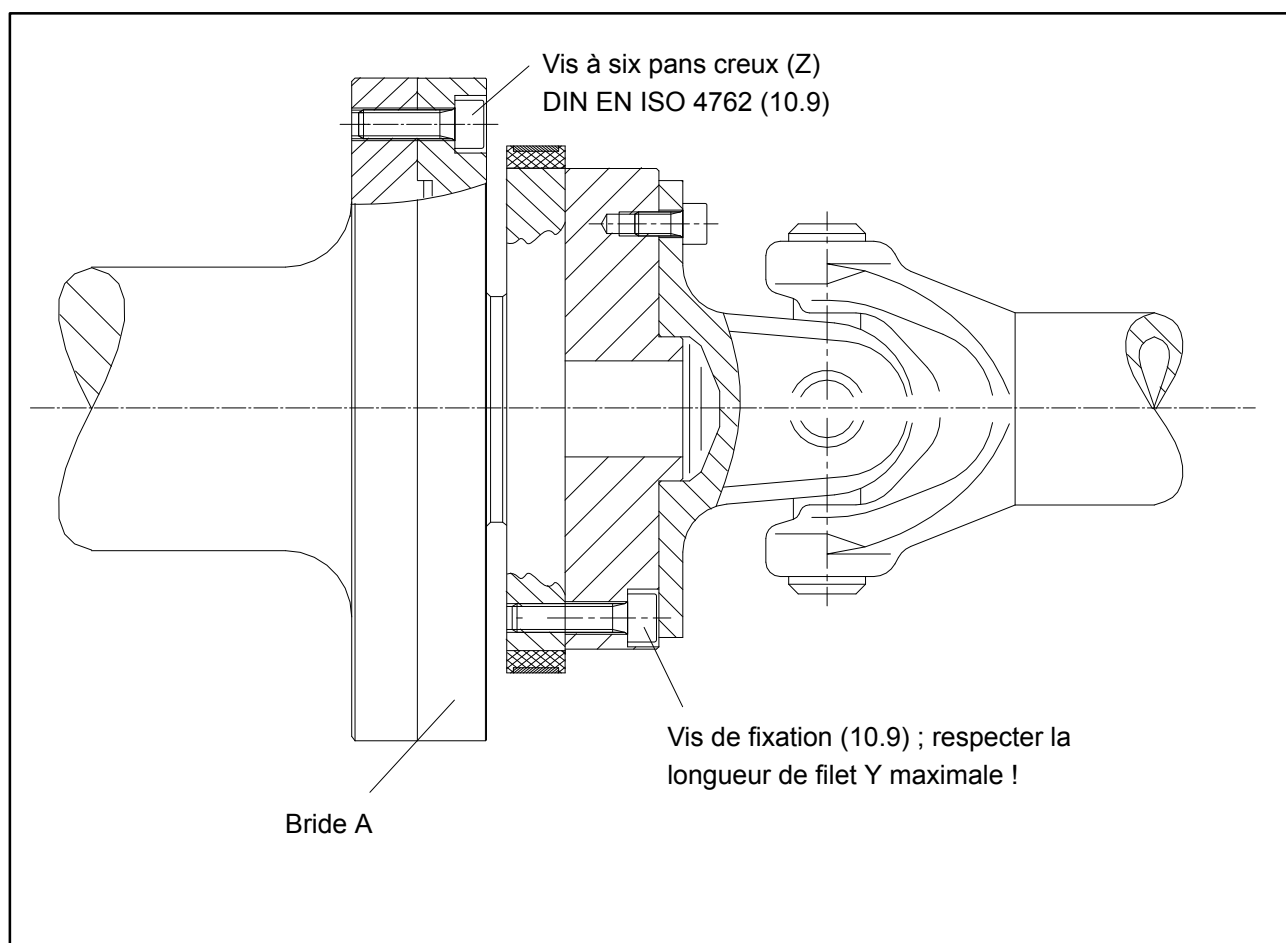

Fig. 4.4 : Fixation du rotor
1. Pour fixer la bride A (voir Fig. 4.4), utiliser des vis à six pans creux **DIN EN ISO 4762 de la classe 10.9** d'une longueur appropriée (en fonction des conditions de raccordement, cf. Tableau 4.1).